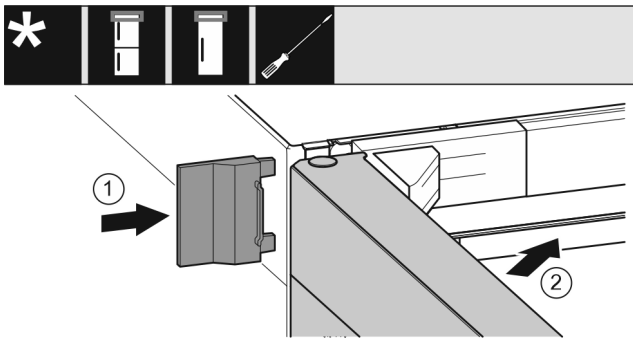

Fig. 24
- Spingere la copertura esterna. Fig. 24 (1)
- Chiudere la porta superiore. Fig. 24 (2)